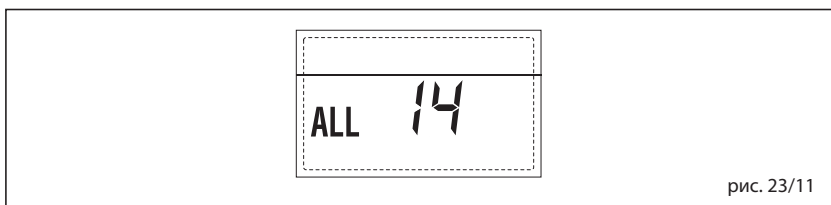

рис. 23/11
– НЕПОЛАДКА ВЕНТИЛЯТОРА, “ТРЕВ. 15” (рис. 23/12)